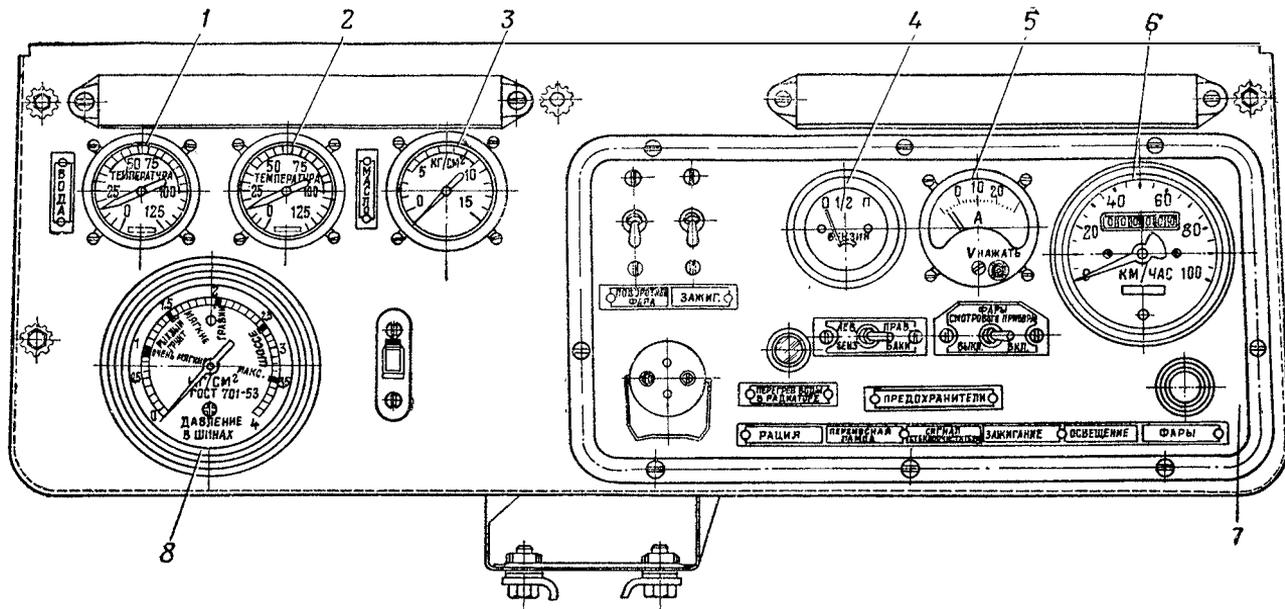

Рис. 76. Щиток приборов:
5. Вывернуть винт с цилиндрической головкой хомутика крепления манометра 3 (рис. 76) масла на щитке приборов и вынуть манометр в сборе с капиллярным трубопроводом и приемником.
1. Вставить в отверстие корпуса щитка приборов манометр 3 (рис. 76) масла и закрепить хомутиком, ввернув винт с цилиндрической головкой (см. технические условия, п. а).
5. Вывернуть винт с цилиндрической головкой хомутика крепления термометра 2 (рис. 76) масла на щитке приборов и вынуть термометр в сборе с капиллярным трубопроводом и приемником.
1. Вставить в отверстие корпуса щитка приборов термометр 2 (рис. 76) масла и закрепить хомутиками, ввернув винт с цилиндрической головкой (см. технические условия).
6. Вывернуть винт с цилиндрической головкой хомутика крепления термометра 1 (рис. 76) охлаждающей жидкости на щитке приборов и вынуть термометр в сборе с капиллярным трубопроводом и приемником.
1. Вставить в отверстие корпуса щитка приборов термометр 1 (рис. 76) охлаждающей жидкости и закрепить хомутиком, ввернув винт с цилиндрической головкой (см. технические условия).
1. Вывернуть винты крепления панели 7 (рис. 76) щитка приборов и отвести панель на себя.
1. Вставить в отверстие панели 7 (рис. 76) щитка приборов вольтамперметр 5 и закрепить хомутиком, ввернув винт с цилиндрической головкой (см. технические условия).
5. Вставить спидометр 6 (рис. 76) в отверстие панели 7 щитка приборов и закрепить спидометр к скобе гайками с пружинными шайбами.
1. Вывернуть винт крепления панели 7 (рис. 76) щитка приборов и отвести панель на себя.
1. Вставить указатель 4 (рис. 76) в отверстие панели 7 щитка приборов. Надеть на зажимы указателя плоские шайбы, скобу крепления, картонную прокладку, плоские шайбы и навернуть гайки.
2. Вывернуть гайку крепления воздушной трубки к переходному штуцеру манометра 8 (рис. 76) и отсоединить трубку от штуцера.